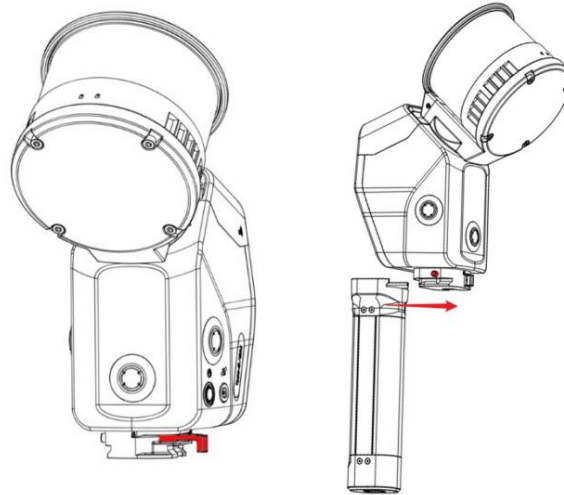

Figure 2-3 Installation de la batterie
1. Ouvrez le levier de verrouillage de la batterie sur l'unité principale (zone marquée en rouge sur la figure 2-3, à gauche).
2. Appuyez sur le bouton de déverrouillage de sécurité (zone marquée en rouge sur la figure 2-3, à droite).